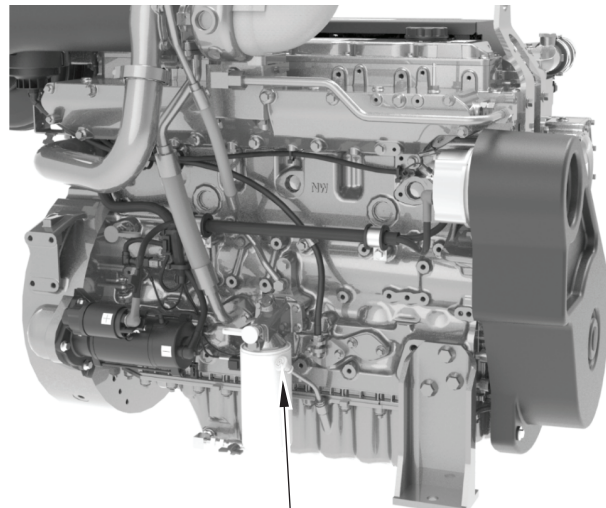

Figura 30
7. Llene el cárter con la cantidad correcta de aceite lubricante del motor nuevo. Deje tiempo suficiente para que el aceite llegue al cárter. Saque la varilla (figura 30, elemento 1) y asegúrese de que el aceite lubricante llegue hasta la marca de lleno. No sobrepase la marca de lleno de la varilla. Asegúrese de que la varilla esté correctamente metida en el tubo.